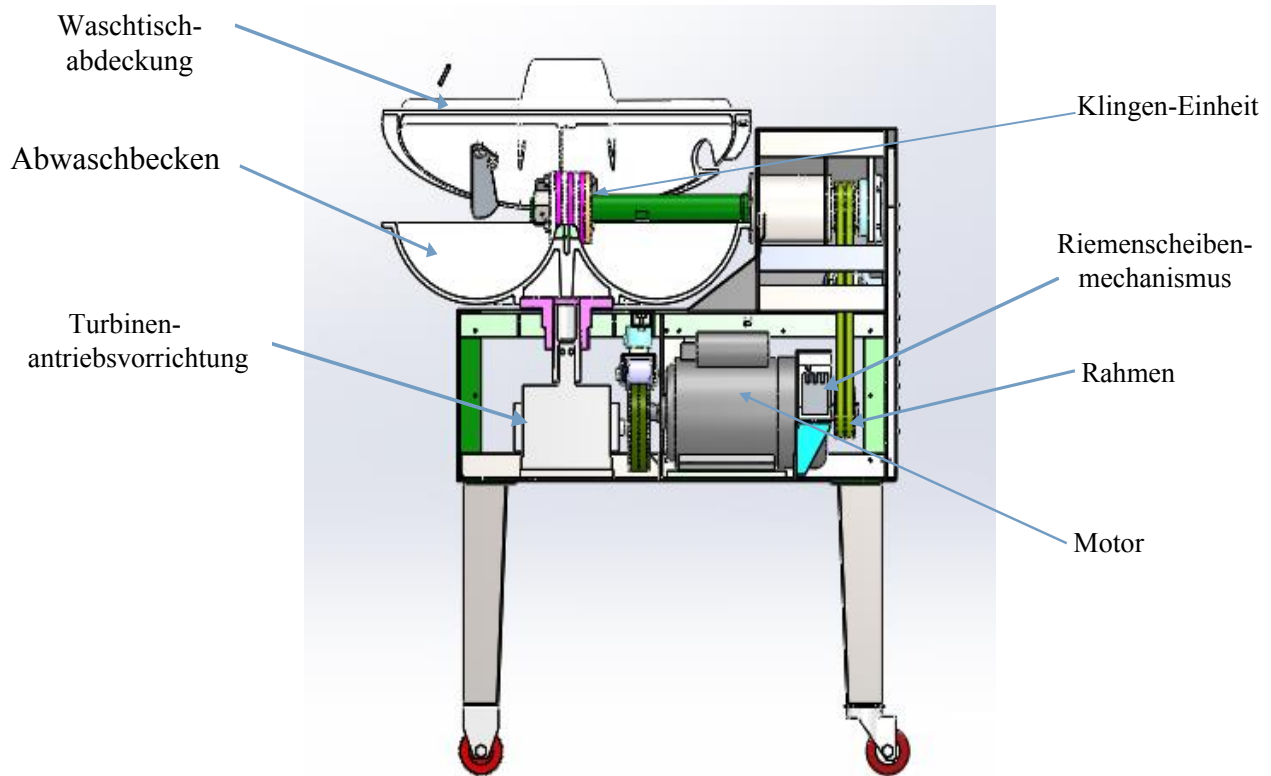

Abbildung 1: Strukturdiagramm
Die Maschine besteht hauptsächlich aus Rahmen, Turbinenantrieb, Schaufeln, Becken, Beckenabdeckung, Riemscheibe, Motor und anderen Hauptkomponenten (siehe Bild 1).
5.1. Stellen Sie die Maschine auf einer trockenen und belüfteten, ebenen Fläche auf, um einen reibungslosen und sicheren Betrieb der Maschine zu gewährleisten. Wählen Sie den Aufstellungsort entsprechend der Größe in Abbildung 1 (basierend auf dem Modell).